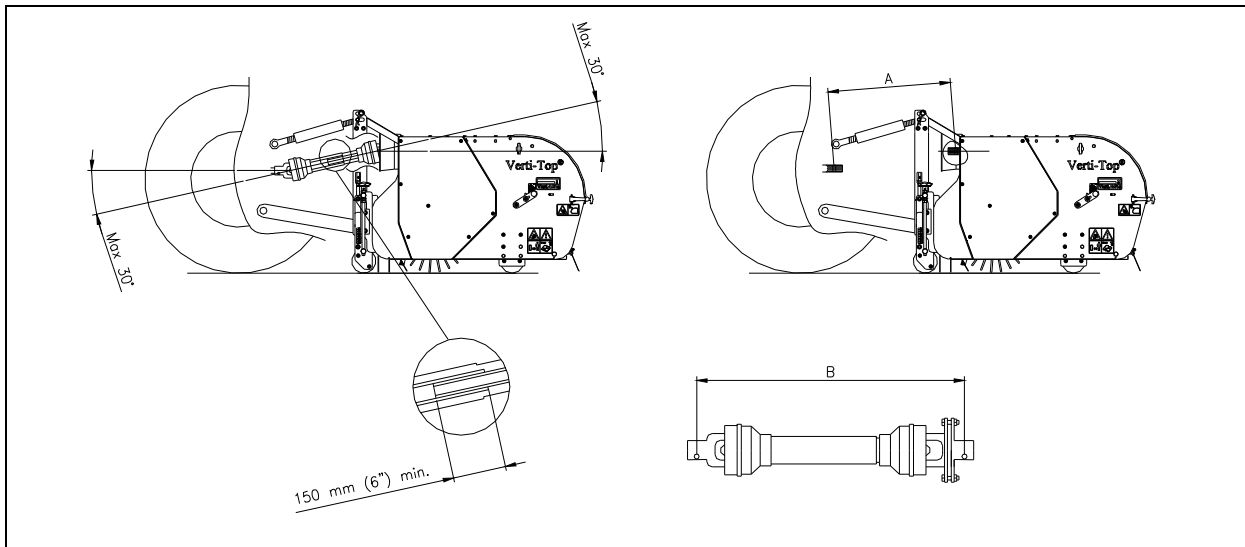

Abb. 10
4.1 LÄNGE DER ZAPFWELLE (Abb. 10)